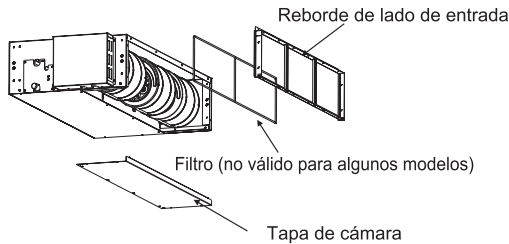
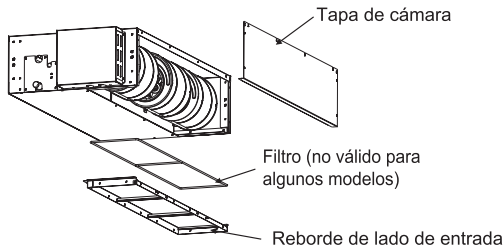

Fig. 3.1.2
Fig. 3.1.3
- Se garantiza un espacio suficiente para el mantenimiento y servicio(ver la Fig.3.1.1, Fig3.1.2 )
- (1) Quite la tapa de la cámara.
- (2) Vuelva a colocar el filtro en el lugar que se muestra en la Imagen 3.1.2. Vuelva a colocar la tapa de la cámara en el lugar que se muestra en la Imagen 3.1.3. Refiérase a la Imagen 3.1.3 para la dirección del filtro.